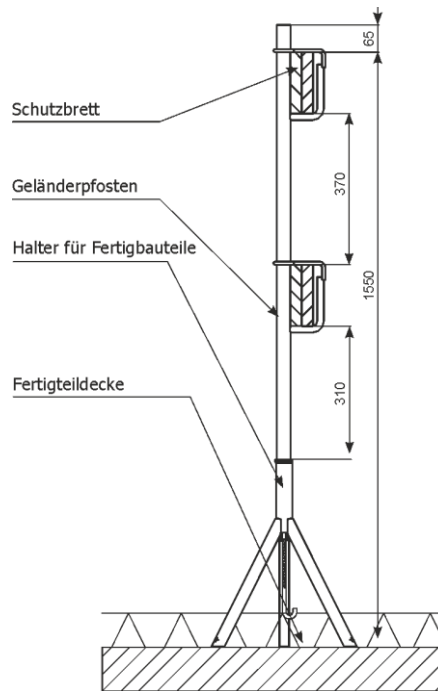

Abb. 63 Montage des Halters für Fertigbauteile
2.21 Montage des Halters für Fertigbauteile (Abb. 63)